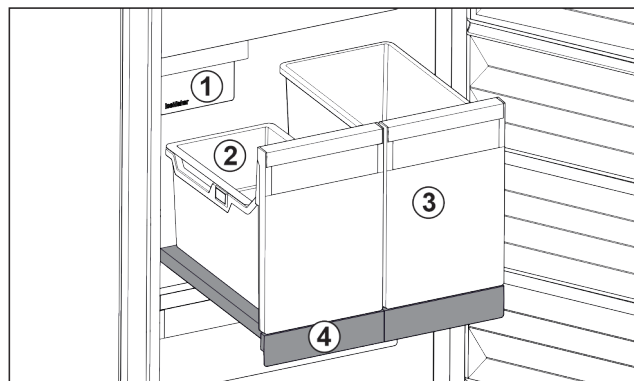

Fig. 28 Vyťahovacia polička s IceTower
Na vyťahovacej poličke sú dve vysoké nádoby (IceTower). V nádobe Fig. 28 (2) sa hromadia a skladujú kocky ľadu z IceMaker. Nádoba Fig. 28 (3) sa hodí na skladovanie vysokých potravín, ako sú pizze alebo alkoholické nápoje.